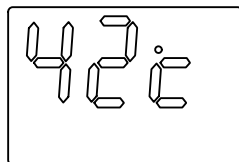

图19
1、按下遥控器面板的待机键“**⏻**”, 如图19, 显示屏点亮, 并显示上次最后使用的设置温度。